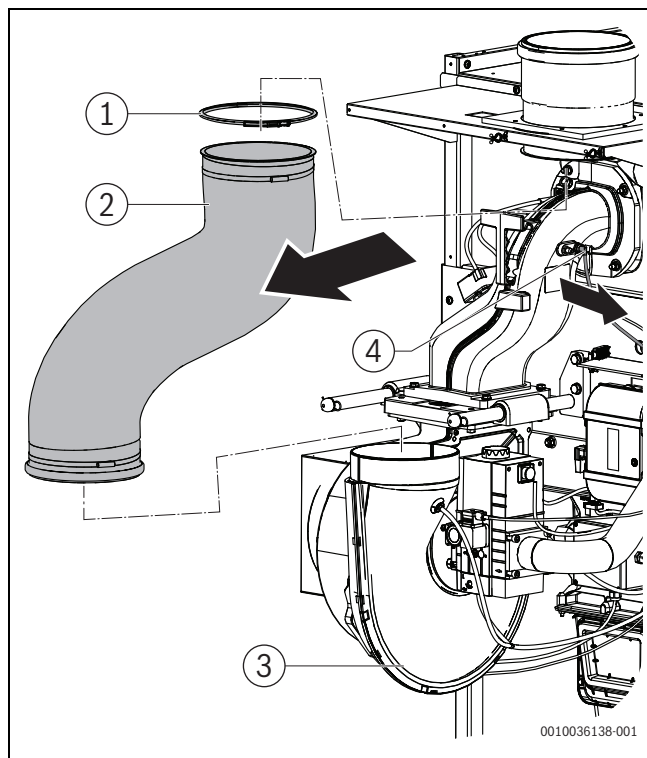

Fig. 52 Desapertar a mangueira de ar de alimentação (para a versão independente do ar ambiente)
- ▶ Desapertar o cabo de ligação do termóstato/dispositivo automático de ignição no coletor de mistura (→ fig. 52).
- Desapertar o cabo de ligação do termostato/dispositivo automático de ignição no coletor de mistura (→fig. 52).